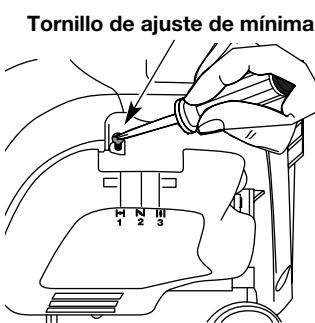

Fig. 50
La velocidad mínima del motor puede ser ajustada. Puede tener acceso al tornillo de ajuste de mínima a través de un orificio en la parte superior de la cubierta del motor (Fig. 50).
2. Suelte el gatillo del regulador y deje que el motor funcione en mínima. Si el motor se para, inserte un destornillador Phillips pequeño en el orificio de la cubierta del motor (Fig. 50). Gire el tornillo de mínima hacia adentro, en sentido horario, de a 1/8 de vuelta por vez (según sea necesario) hasta que el motor funcione en mínima suavemente.